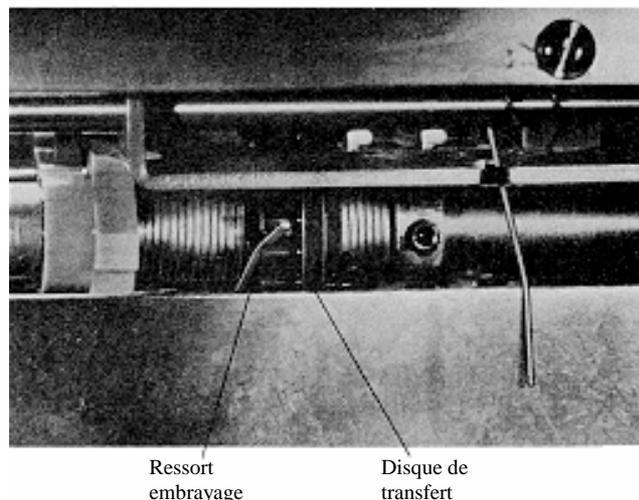

Figure 17. Mécanisme de déplacement du chiffre des ventes.
1. Le mécanisme de déplacement du chiffre des ventes, Figure 17, est déclenché lorsqu'il y a impression. Le mouvement du tambour de déplacement des ventes démarre immédiatement avec rotation de l'axe d'entrée et termine le transfert en  $\frac{1}{4}$  de tour. Si le chiffre des ventes sur le tambour droit ne s'aligne pas correctement sur l'autre tambour, il doit être réglé.